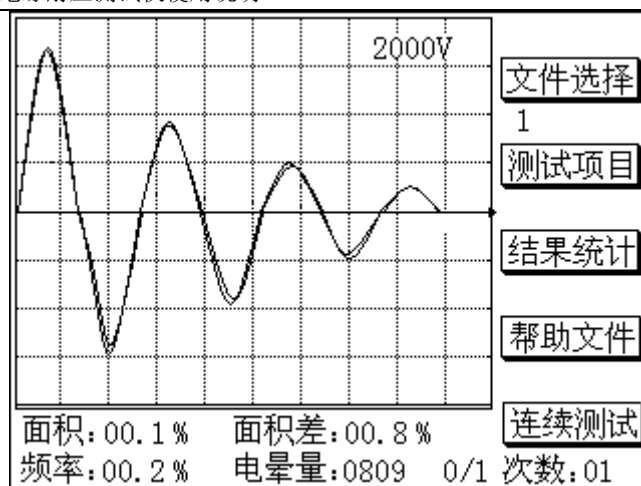

图 18
在此界面下（图 18）实现功能如下：
2、上述设置完成后一般对于单通道的仪器就可以按“Enter”键进行标准件波形采样，采样完成仪器自动进入到如图 5 所示的界面，按照本说明书 P12 页第二项的方法进行设置，设置完成后按“Enter”键进入阈值设定界面，如图六所示，按照本说明书 P13 页第三项的方法进行设置，设置完毕后按“Enter”键进行文档的存储并返回到待机界面，然后按“File”键进入文档调入界面，如图 3 所示，用[↑]或[↓]键来选择文档，用“Enter”键来选中文件，选中文件后，仪器会自动进入到测试界面，如图 18 所示，按照本说明书 P18 页“测试功能”中的叙述就可以进行产品测试了。